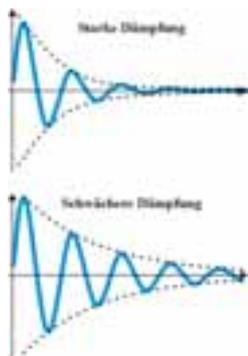

Bild 6: Dämpfung
Schwingung versetzt wurde, unendlich lange weiter schwingen, da die eingangs erwähnte Energieumwandlung immerfort und verlustfrei ablaufen würde. Überlässt man jedoch ein real existierendes System, z. B. in einer Umgebung die reibungsbehaftet ist, nach einer einmaligen Störung sich selbst, so kommt das System schließlich, wegen der Energie, die in Form von Reibungsverlusten stets an die Umgebung abgegeben wird, zum Stillstand. Der Vorgang der sich verkleinernden Amplitude wird „Dämpfung“ genannt. Real existierende Systeme sind immer gedämpft; sie unterscheiden sich nur in der Höhe der vorhandenen Dämpfung (Bild 6).
■ Bei einer einmaligen Anregung klingt die Schwingungsamplitude, je nach Höhe der Dämpfung, schneller oder langsamer ab (Bild 6).